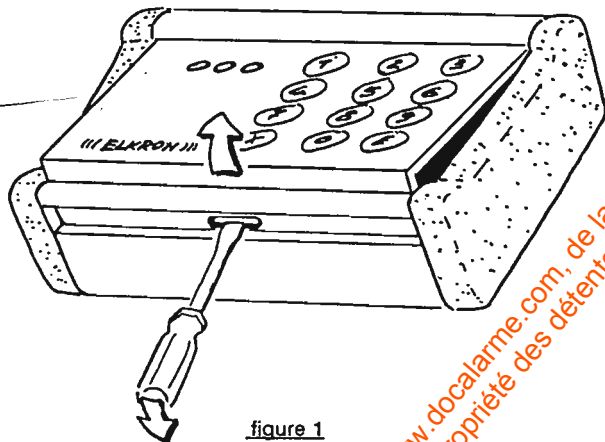

figure 1
1. Retirer la vis de fixation face avant/support (voir figure 1 p: 2/7).
2. Ouvrir le clavier comme indiqué figure 1 et retirer la face avant.